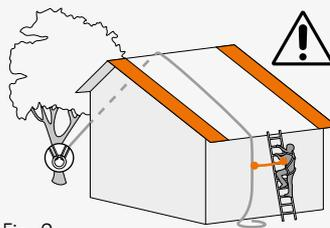

Fig. 2
- **in the absence of a lifeline**, creating anchor points to reach the apex of the roof (e.g. use of a natural anchor, Fig. 2);
- **Si no hay línea de seguridad**, creando puntos de anclaje para llegar al vértice de la cubierta (Ej. utilizando un anclaje natural Fig. 2);